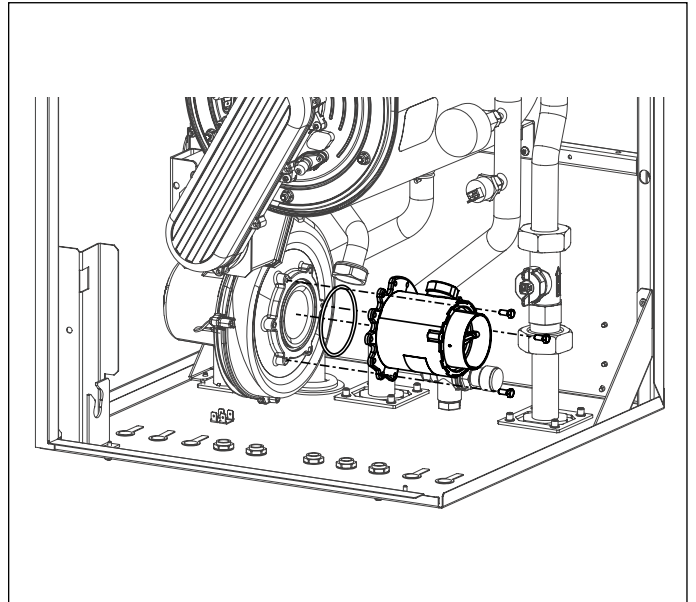

Fig. 39 Mezclador
- Quitar el mezclador desatornillando los tres tornillos Allen (ver Fig. 39 Mezclador).
- Montar el mixer ensamblado al ventilador con los tornillos Allen, teniendo cuidado de reposicionar la junta tórica de estanqueidad entre el mixer y el ventilador (ver Fig. 39 Mezclador).